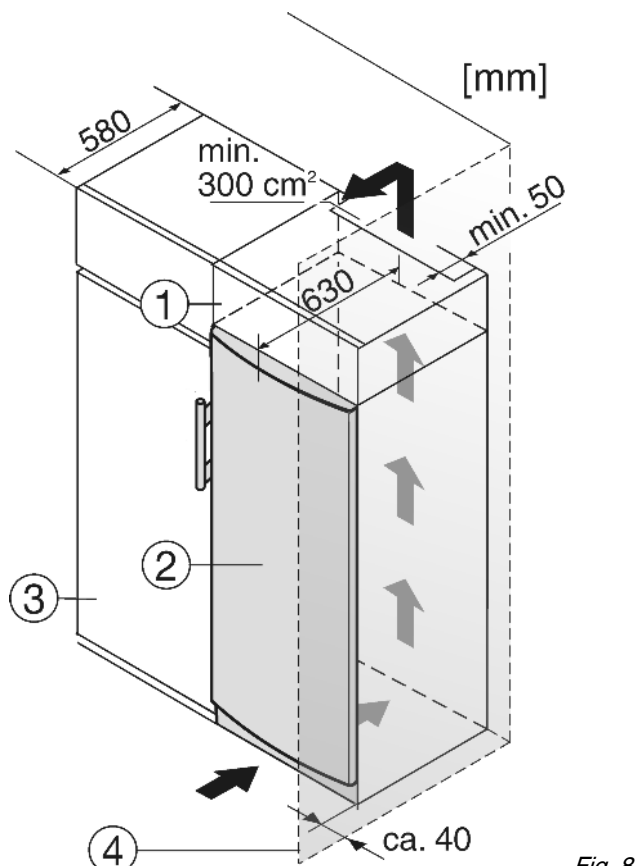

Fig. 8
- (1) Дополнительный шкафчик (3) Кухонный шкаф
(2) Устройство (4) Стенка
Устройство может быть окружено предметами кухонной обстановки. Чтобы уравнять устройство Fig. 8 (2) по высоте с кухонной стенкой, можно установить над устройством соответствующий дополнительный шкафчик Fig. 8 (1).
При комбинировании с обычными кухонными шкафами (глубина макс. 580 мм) устройство можно установить непосредственно рядом с кухонным шкафом Fig. 8 (3). Дверь устройства выступает по сторонам на 34 мм и по центру устройства на 50 мм относительно передней стенки кухонного шкафа. Поэтому ее можно свободно открывать и закрывать.
Если устройство установлено на шарнирах у стены Fig. 8 (4), то расстояние между устройством и стеной должно быть не менее 40 мм. Настолько выступает ручка при открытой дверце.